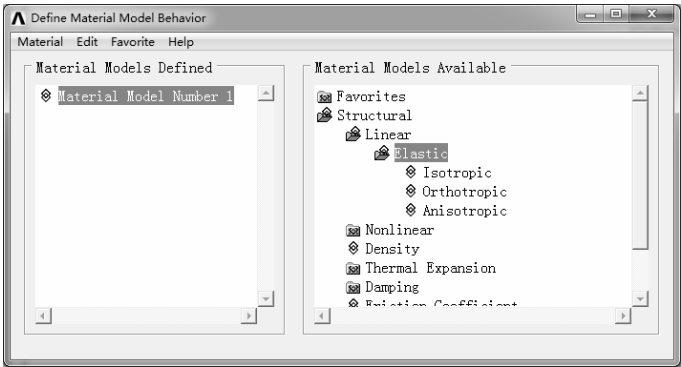

图 3-12 “Define Material Model Behavior” 对话框
- 3) 选择“Main Menu>Preprocessor>Materials Props>Material Models”命令，弹出“Define Material Model Behavior”对话框，如图 3-12 所示。